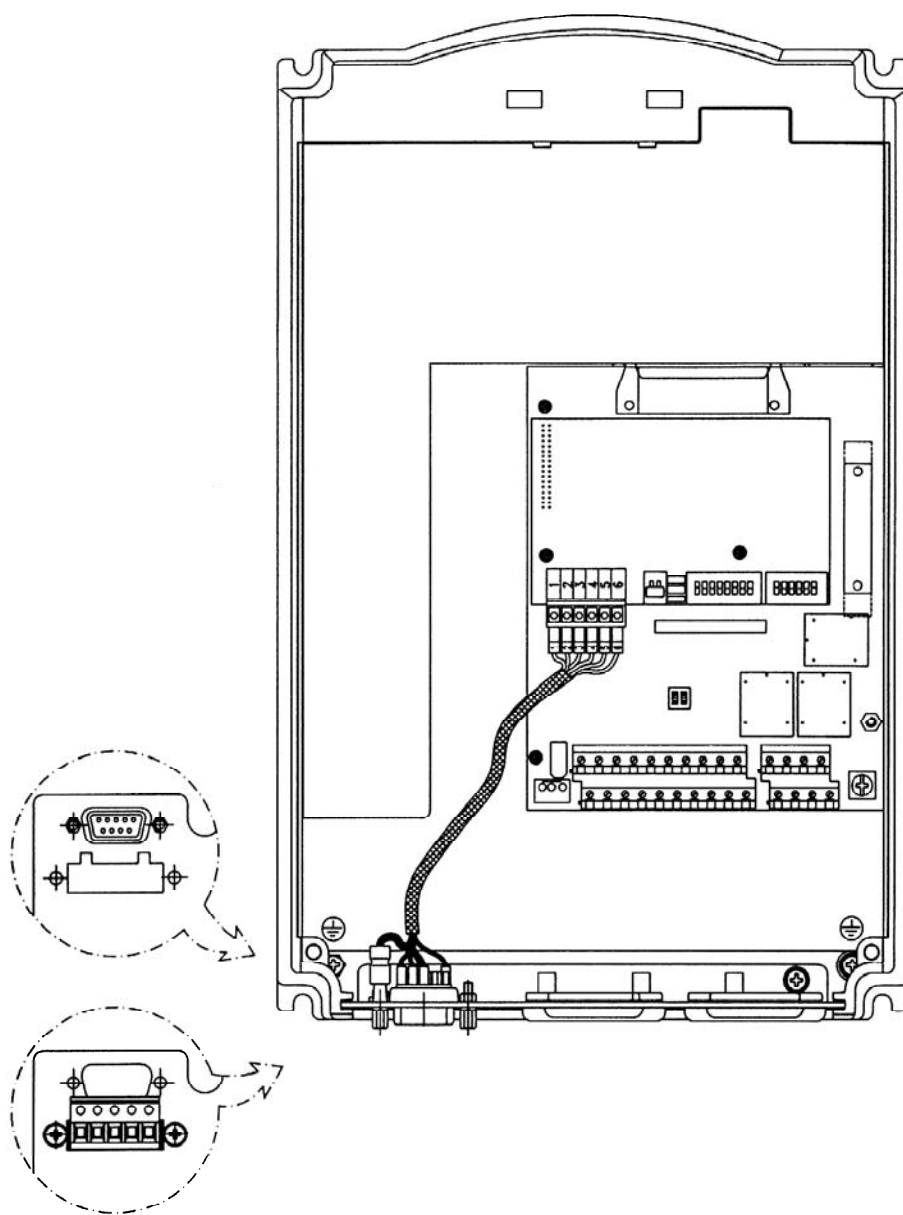

Рис. 8.36 - Установка разъема Fieldbus
2. Осторожно вставьте разъем платы Fieldbus в разъем ХС 140 (розетка) платы управления. Удостоверьтесь, что все штыри разъема платы Fieldbus вошли в соответствующие гнезда разъема ХС140 (рис. 8.36)